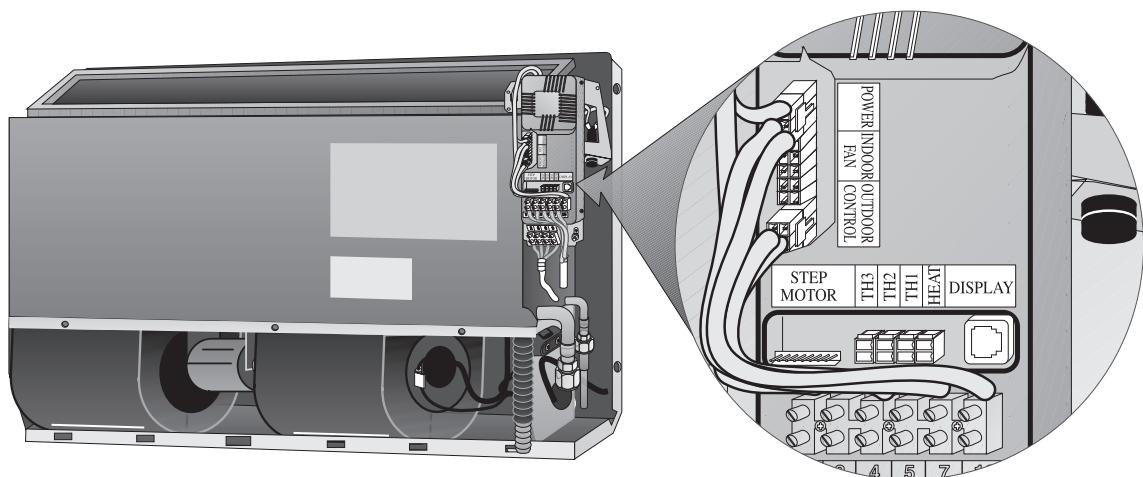

Рис. 7
Примечание: Проследите за тем, чтобы кабели шагового двигателя и пульта управления были отсоединены от электронного блока управления (см. рис. 7).
- Подсоедините кабель двигателя к разъему, помеченному STEPPED MOTOR (ШАГОВЫЙ ДВИГАТЕЛЬ), и кабель пульта управления - к разъему, помеченному DISPLAY (ИНДИКАТОР); см. рис. 7.